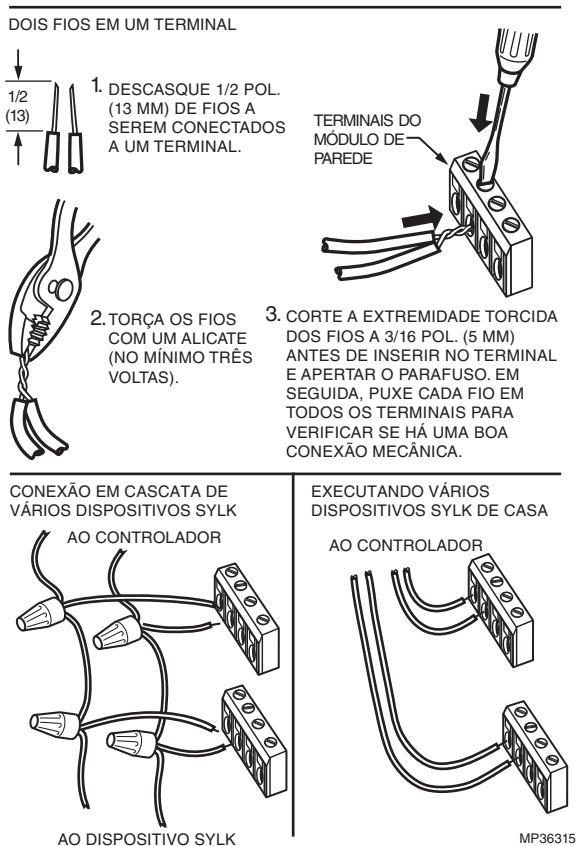

Fig. 6. Opções para a fiação de vários dispositivos Sylk.
4. Veja a Fig. 6 para a fiação de vários dispositivos Sylk.